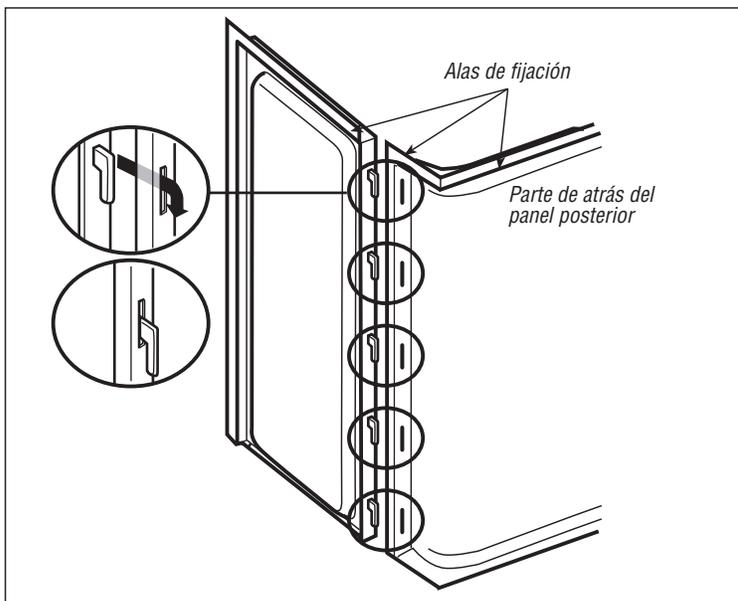

Figura 2
- 2** Coloque los paneles en el hueco. Coloque el panel posterior en el hueco (las pestañas inferiores encajan en las ranuras de la bañera). Nota: Cuando estén en posición contra las vigas de la pared, las alas de sujeción del panel posterior deben estar alineadas y a escuadra con la bañera (Figura 4). Coloque cada uno de los paneles laterales de modo que los ganchos de los paneles encajen en las ranuras de la pared posterior y empuje hacia abajo hasta que el borde superior de todos los paneles quede a la misma altura (Figura 2). Las alas de fijación horizontales estarán ubicadas en la parte superior de los tres paneles. Decida cual de los paneles laterales necesitará cortar para las cañerías. Ubique, marque y corte cuidadosamente los agujeros usando una sierra para agujeros del tamaño adecuado. Cuando tenga todos los paneles correctamente colocados en el hueco, trace una línea en lápiz a lo largo del borde superior y el borde frontal de los paneles para usar como referencia al fijarlos con pegamento. Saque todos los paneles.